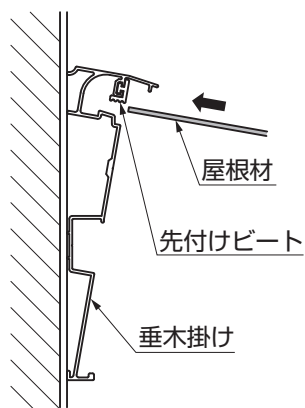

図15-2 A部詳細図
- ①屋根材受けを、垂木と垂木の間位置合わせしてください。
- ②屋根材を垂木掛けに、差込んでください。(図15-2参照)